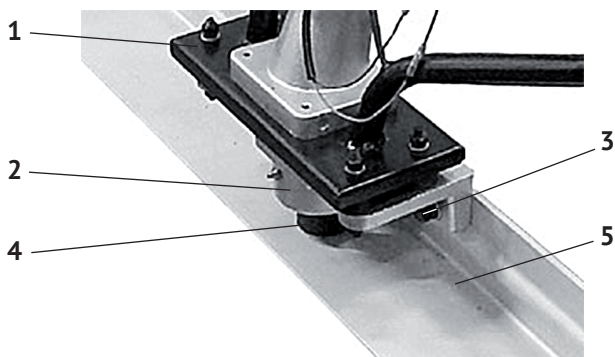

рис.3
3.2 Крепление выравнивающей рейки см.рис.3
Совместив крепёжные отверстия корпуса вибратора (рис.3 поз.2) и выравнивающей рейки (рис.3 поз.5), скрепить корпус и рейку болтовым крепежом (рис.3 поз.3).